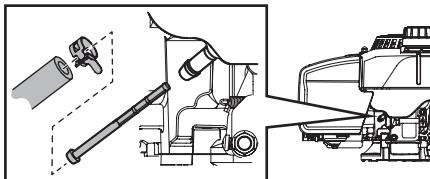

Figure 12
2. Enlevez le collier du conduit d'essence avant de détacher le conduit de la sortie(Figure 12).
4. Tenez le filtre neuf par l'épaulement et insérez-le complètement dans la sortie(Figure 12).